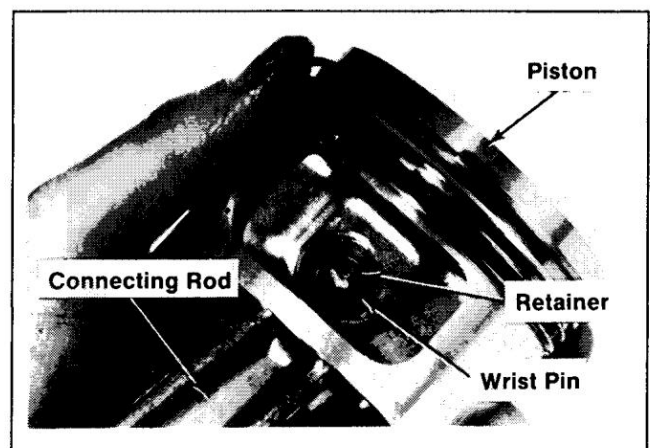

Figure 12-35. Installation du piston sur la bielle (piston de style « D » illustré).
2. Installez la goupille de poignet et les dispositifs de retenue. Reportez-vous à la figure 12-35.